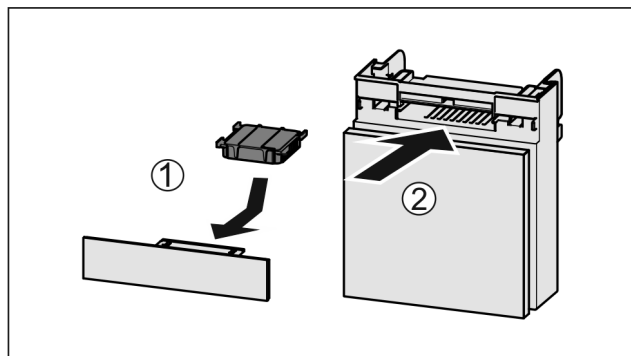

Fig. 162
- Vendosni filtrin me karbon aktiv siç tregohet në figurë Fig. 162 (1).
- Futni kutinë në vend Fig. 162 (2).